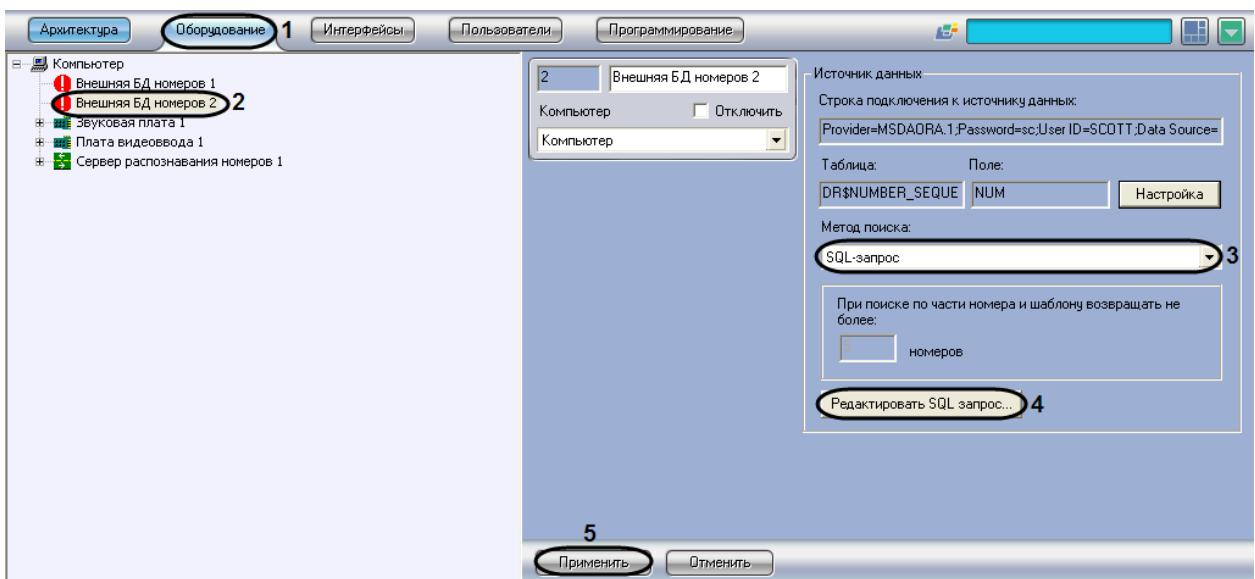

Рис. 7.6—12. Выбор Задание SQL-запроса
- Выбрать в дереве объект «Внешняя БД номеров» (Рис. 7.6—12, 2).
3. Из списка «Метод поиска» выбрать значение «SQL-запрос» (см. Рис. 7.6—12, 3).